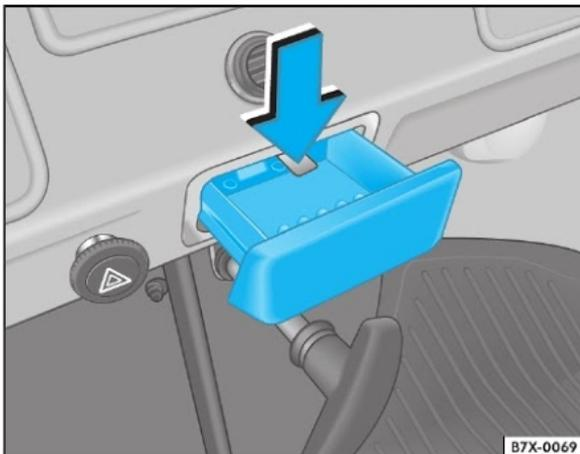

Fig. 51 Cinzeiro no painel de instrumentos
- Pressione a mola de retenção -seta- ⇒ fig. 51.